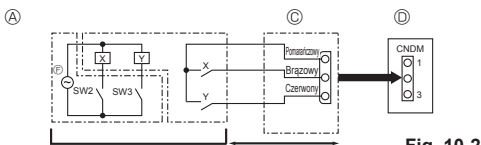

Fig. 10-2
10.2. Funkcja zapotrzebowania (modyfikacja wykonywana w miejscu przeznaczenia) (Fig. 10-2)